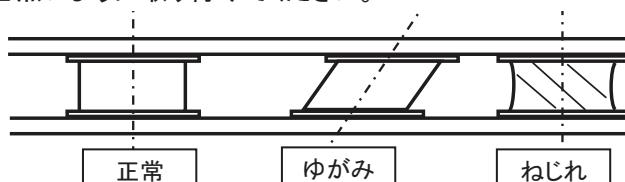

図7 防振ゴム取付
- (1) 防振ゴムを使用する場合は、図7に示すように上下の穴の位置を合わせ、ゴムにねじれ、ゆがみなど無いように取り付けてください。